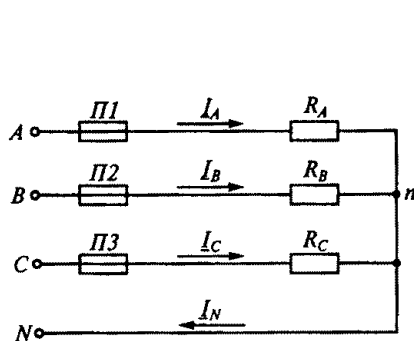

Рис. 128
3.102. Как изменятся токи, если перегорит предохранитель $\Pi 1$ на рис. 128 при $R_A = R_B = R_C$?